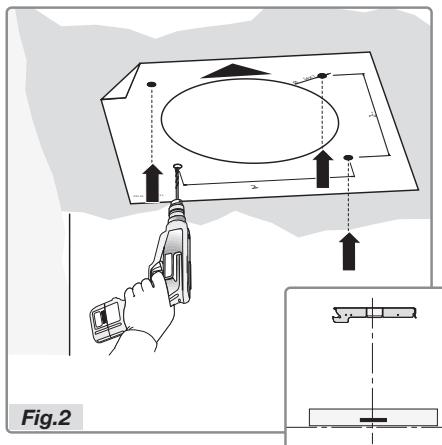

Fig. 2
- Prenez la matrice/le modèle et placez-la-le contre le plafond, la flèche située du même côté que le panneau de commande de la hotte (Fig.2).